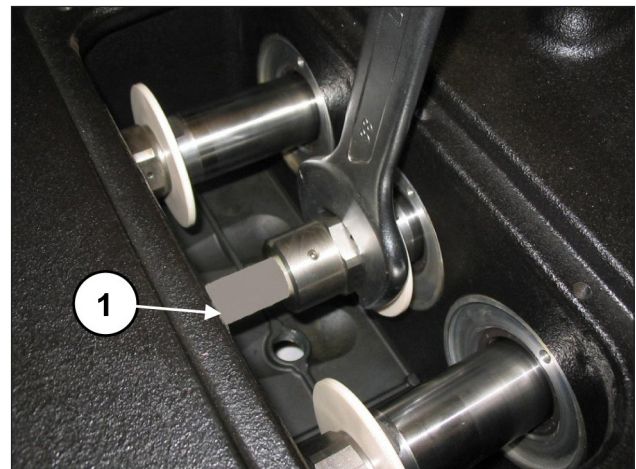
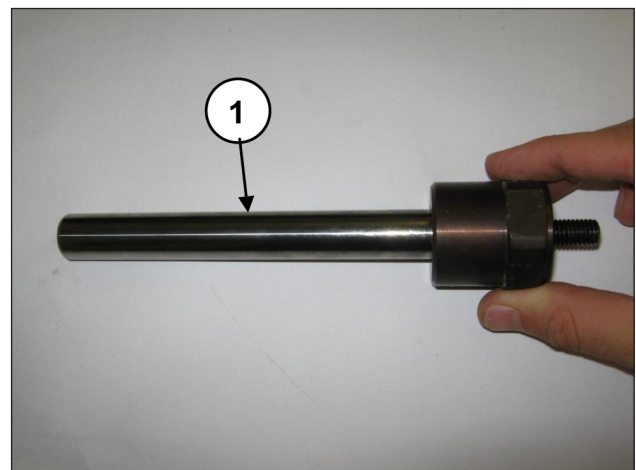

Abb. 108
Abb. 109
Demontieren Sie die Pumpenelemente mit einem Gabelschlüssel (Pos. ①, Abb. 108) und überprüfen Sie ihren Verschleißzustand (Pos. ①, Abb. 109). Tauschen Sie diese bei Bedarf aus.